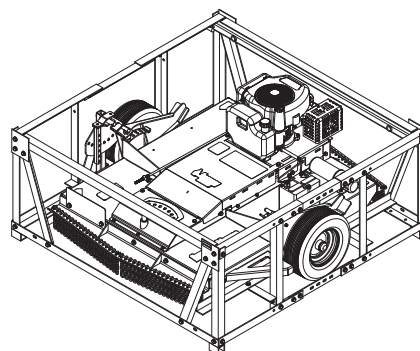

FIGURE 3 : LA FAUCHEUSE NEUVE TELLE QU'ELLE EST LIVRÉE
1. Sortir tous les matériaux d'emballage et pièces en vrac de la caisse. **VOIR FIGURE 3**